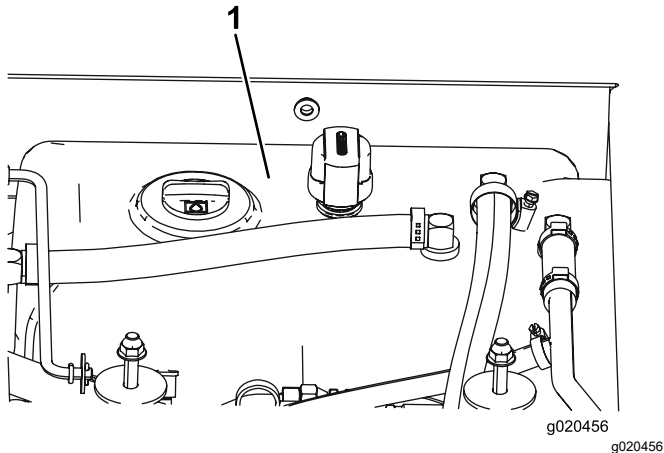

Figura 116
4. Llene el depósito (Figura 116) con fluido hidráulico; consulte Comprobación del fluido hidráulico (página 82).